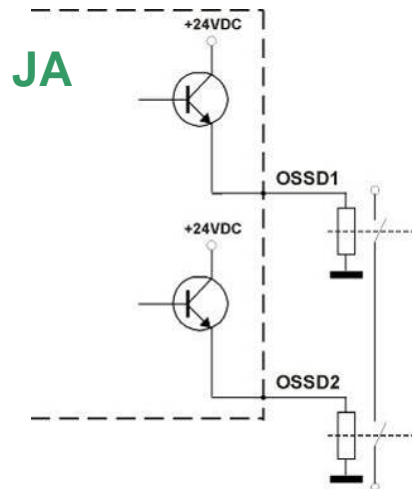

Abb. 16
- Die Sicherheitskontakte OSSD1 und OSSD2 dürfen untereinander auf keinen Fall in Reihe oder parallel geschaltet werden, können jedoch beide einzeln eingesetzt werden (siehe Abb. 16). Sollte irrtümlich eine dieser beiden Konfigurationen verwendet werden, weist der Sicherheitslichtvorhang auf die Betriebsstörung der Ausgänge hin (siehe Kap. 7 "Diagnosefunktionen").